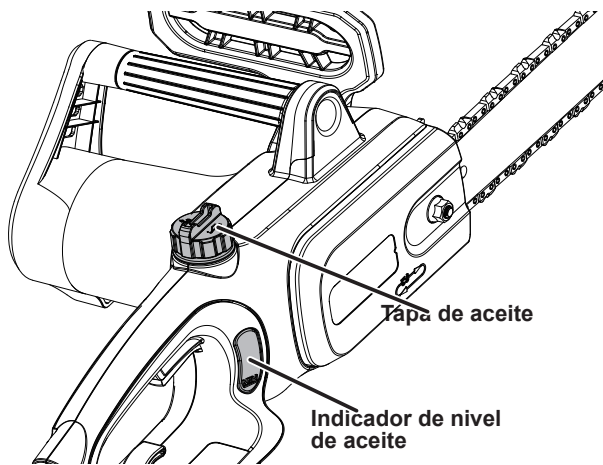

Fig. 4
1. Retire la tapa de aceite (Fig. 4). Llene el tanque con aceite para barra y cadena (SAE30) hasta que el nivel de aceite haya alcanzado su capacidad plena.